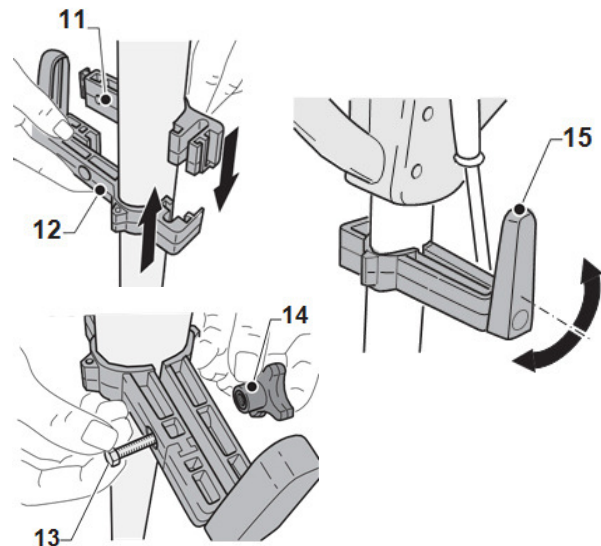

Abb. 6: Anbau der Halterungen für die Kabelaufwicklung
Anbau der Halterungen für die Kabelaufwicklung (Abb. 6)
Schritt 1: Schieben Sie das kurze Steckteil (Pos. 11, Abb. 6) in das lange Steckteil (Pos. 12, Abb. 6).
Schritt 2: Verschrauben Sie die Schraube (Pos. 13, Abb. 6) mit dem Knauf (Pos. 14, Abb. 6), indem Sie diesen nach rechts halten.
Schritt 3: Der Haken (Pos. 15, Abb. 6) der Halterung kann je nach Anwendungsbedarf gedreht werden.